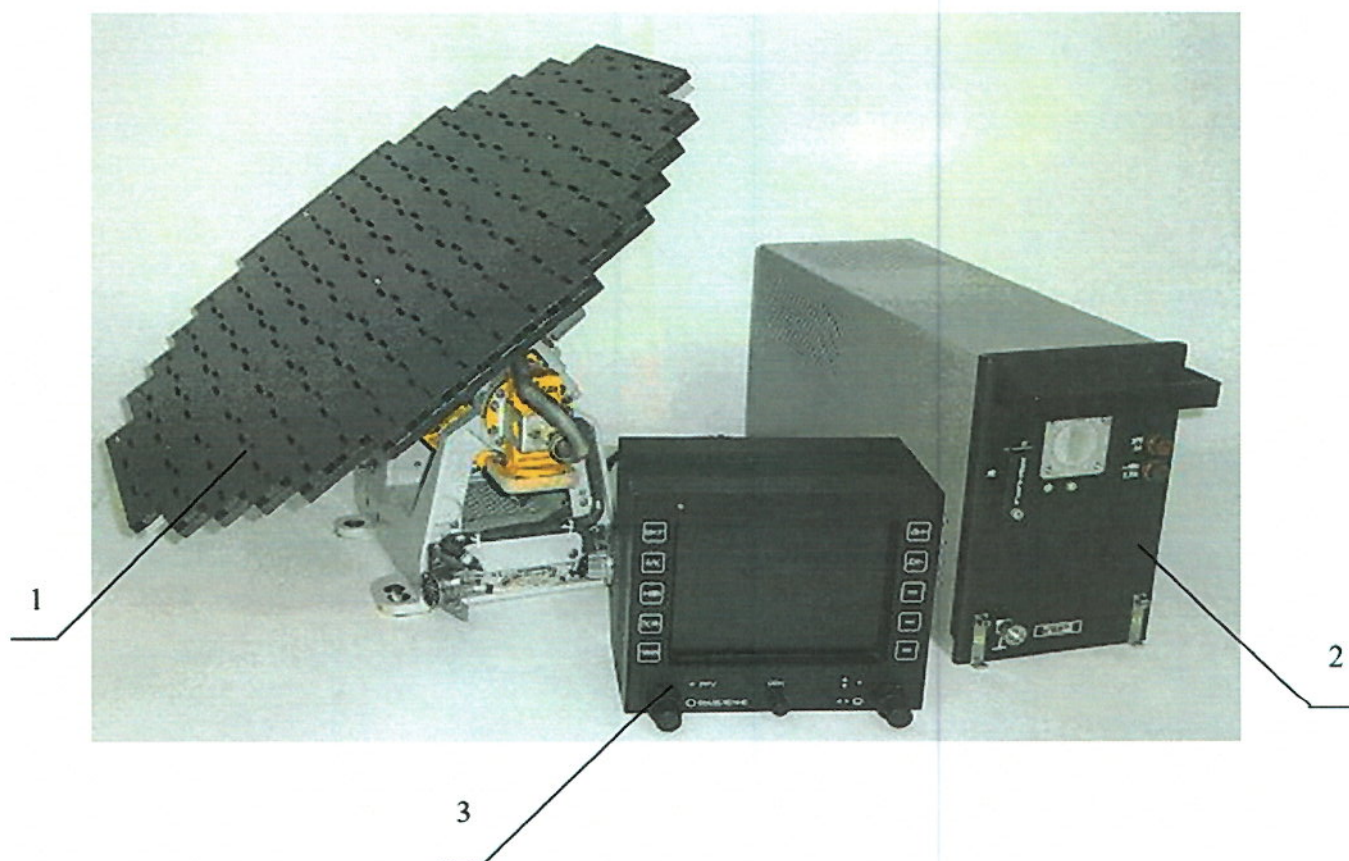

Рисунок 1 – Внешний вид изделия
2.2.1 Внешний вид изделия приведён на рис. 1. Изделие выполнено в виде трех конструктивно законченных блоков: антенны (поз. 1), приёмопередатчика (поз. 2), МФИ (поз. 3).